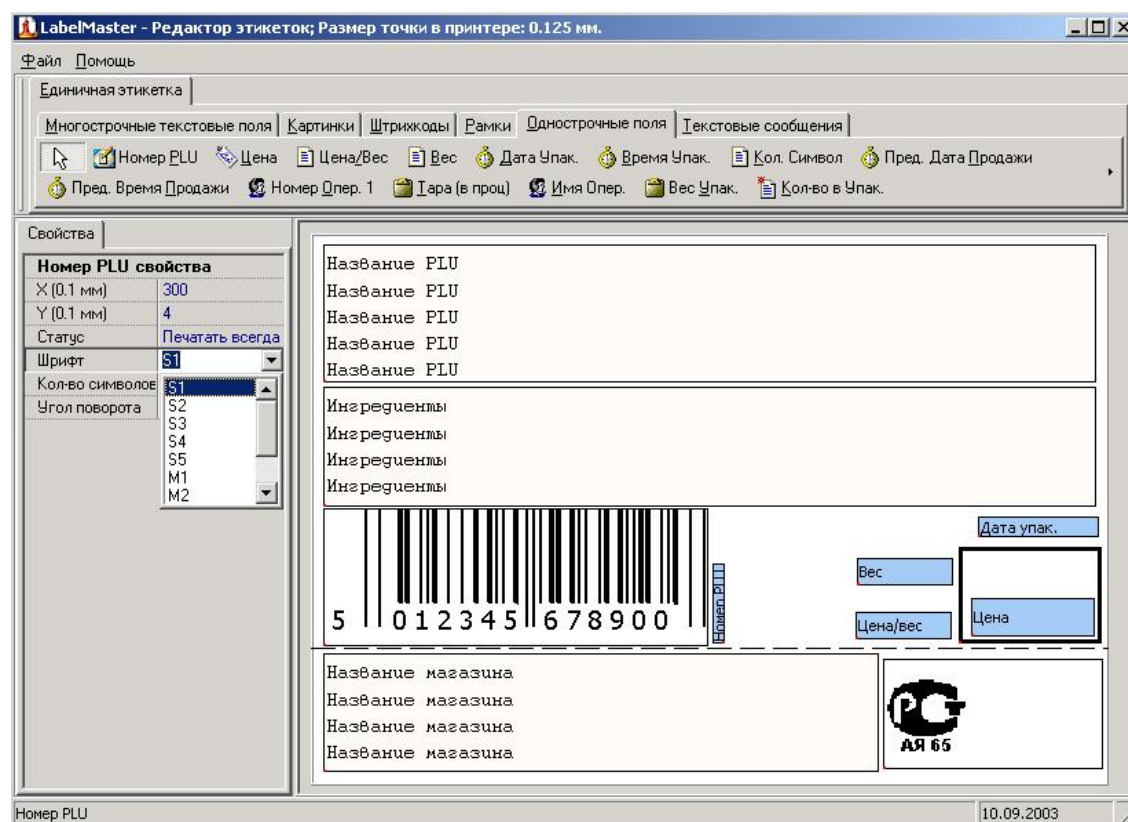

Рис.6. Однострочные поля
2.2.5 Однострочные поля (рис.6)